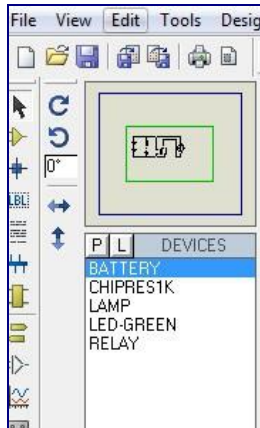

Рисунок 5.8 – Вікно вибору компонентів
- Відкрити Proteus ISIS и вибрати компоненти, які зображені на рис. 5.8, з бібліотеки компонентів Proteus.